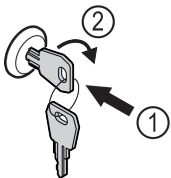

Fig. 106 Példaként szolgáló ábrázolás
- ▶ Dugja be a kulcsot Fig. 106 (1).
- ▶ Forgassa el a kulcsot 90°-kal az óramutató járásával megegyező irányba Fig. 106 (2).